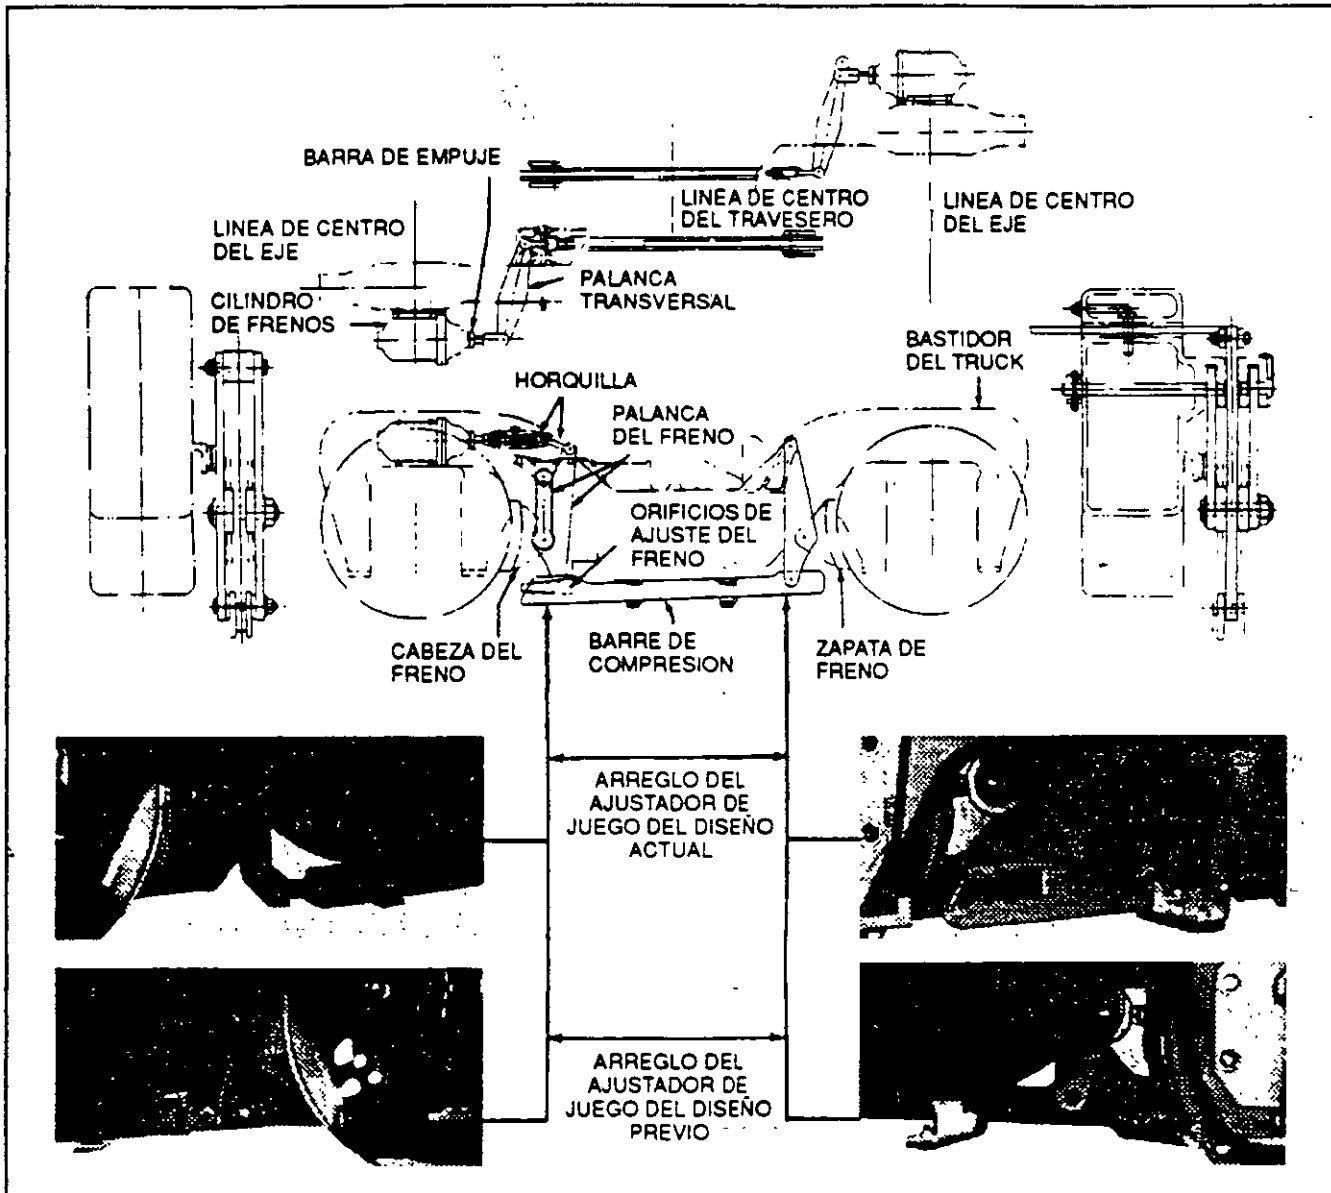

FIG. 8. ARREGLO DEL APAREJO DE FRENOS EN UN TRUCK DE TRAVESERO FLOTANTE DE DOS EJES. E-29359A-S
2. El método descrito a continuación se emplea para ajustar el recorrido del cilindro de frenos en los trucks de DOS EJES. El mismo procedimiento se aplica a los trucks de TRES EJES con cilindro de frenos de MONTAJE ALTO, que tengan UNA ZAPATA DE FRENO por rueda o DOS ZAPATAS DE FRENO por rueda (FRENOS DE MORDAZA). Los detalles se muestran en las Figures 8, 9 y 10 respectivamente. Los datos se proporcionan en la Tabla IV.